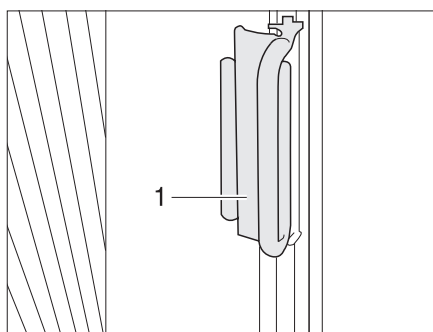

Fig. 31 Bloccaggio delle tendine oscuranti pieghevoli per il finestrino del conducente/passeggero
- Spingere le tendine oscuranti pieghevoli per il finestrino del guidatore e del passeggero sul sopralzo con l'impugnatura (Fig. 31,1). La tendina oscurante pieghevole è ora bloccata.